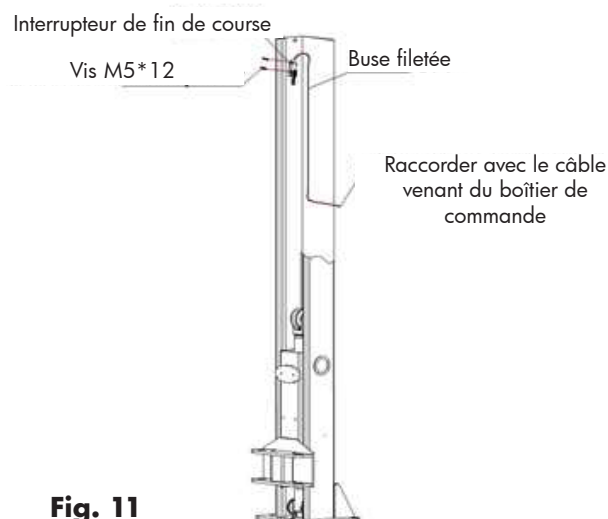

Fig. 11
2. Fixez l'interrupteur de fin de course sur la colonne avec le bloc d'alimentation (fig. 11). La photo **E** en page **45** indique les vis à utiliser.
11. Installez les bras de levage (**fig. 11**).